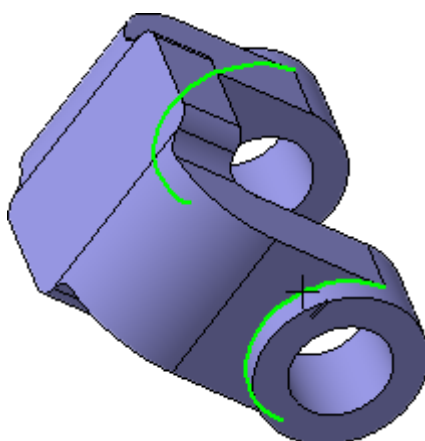

Рисунок 45.
- Укажите второе ребро (рис. 45).